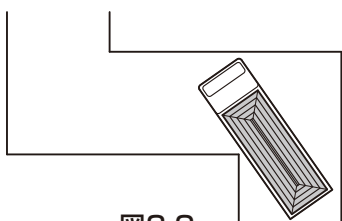

図3-2
- ②道が狭く、クランクになっていないか確認してください。(図3-2参照)